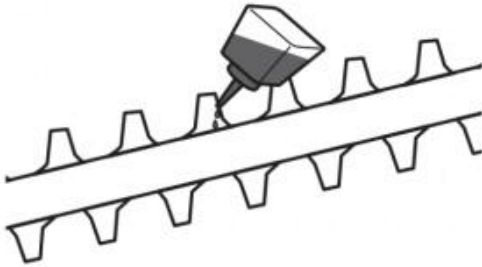

Fig. 76
2. Lubrique la cuchilla de corte (D3) después de cada uso para prolongar la vida útil de la cuchilla y del producto. Aplique aceite ligero para máquinas a lo largo del borde de la cuchilla de corte (Fig. 76).